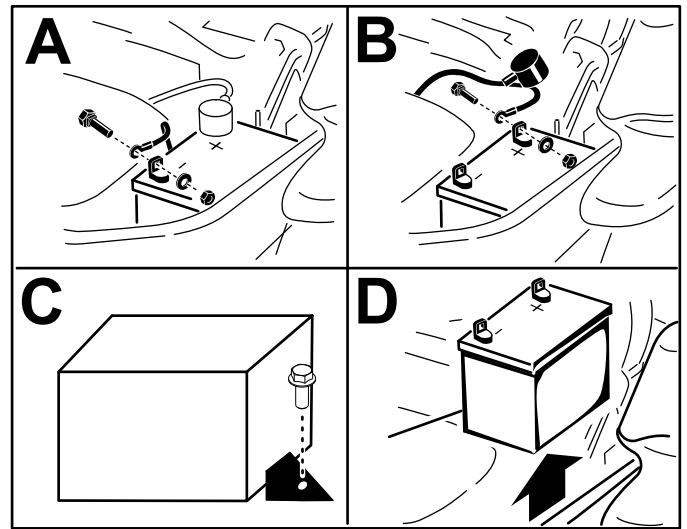

Figura 62
5. Retire la batería según se muestra en la Figura 62.